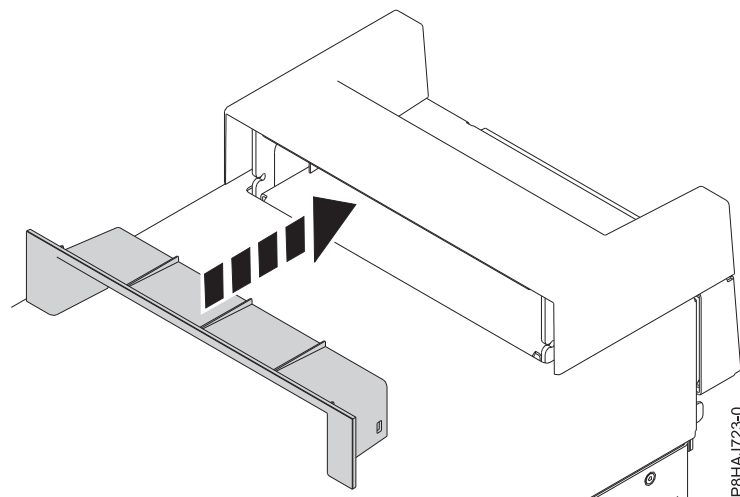

Figura 25. Inserindo a peça dentro da tampa da alça em um sistema 8286-41A independente
2. Insira a peça dentro da tampa da alça empurrando-a firmemente para a tampa da alça, conforme mostrado em Figura 25.